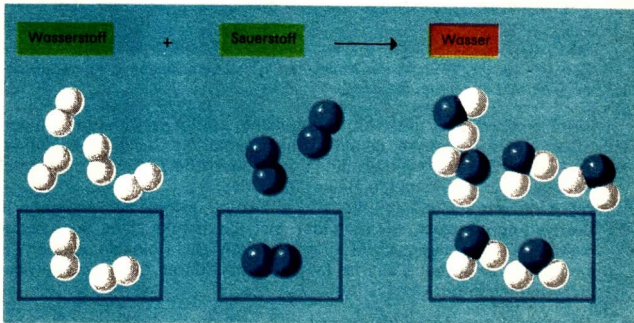

Abb. 70 Teilchendarstellung für die Reaktion von Wasserstoff mit Sauerstoff zu Wasser
①
Bei der chemischen Reaktion von Wasserstoff mit Sauerstoff bildet sich Wasser (↗ Experiment 10, S. 20). Dabei reagieren Wasserstoffmoleküle und Sauerstoffmoleküle miteinander und bilden Wassermoleküle (Abb. 70). ②
Aus der Abbildung 70 ist ersichtlich, daß Wasserstoffmoleküle und Sauerstoffmoleküle im Zahlenverhältnis 2:1 reagieren.
chen, die an der chemischen Reaktion beteiligt sind, zu entnehmen. Bei chemischen Reaktionen werden chemische Zeichen zur Kennzeichnung der Teilchen verwendet. Dabei gibt man das kleinstmögliche Verhältnis der Teilchenanzahlen an (Abb. 70).